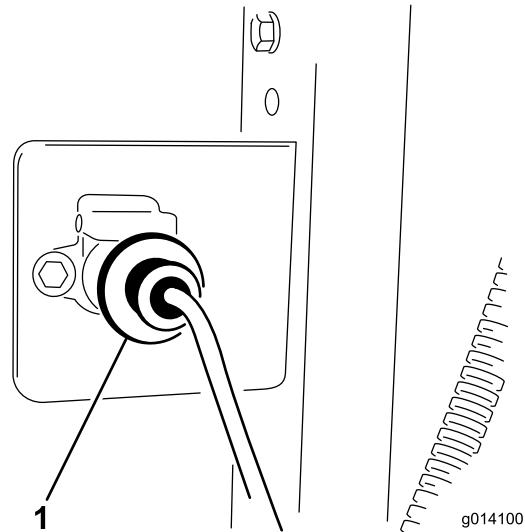

图10
- 用两个 1/4 x 1 英寸的螺栓和螺母将线束插座固定到支架 (图10)。
- 将基座线束连接到牵引车的线束 (图10)。接头位于连接到牵引车的液压软管间。